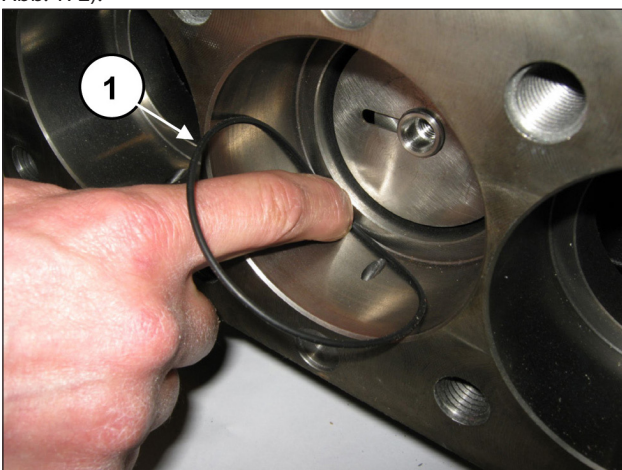

Abb. 172
Entfernen Sie den Dichtungshalter und den Dorn. Nehmen Sie den O-Ring am Boden des Dichtungshalters ab, sollte er im Pumpengehäuse verblieben sein (Pos. ①, Abb. 172).